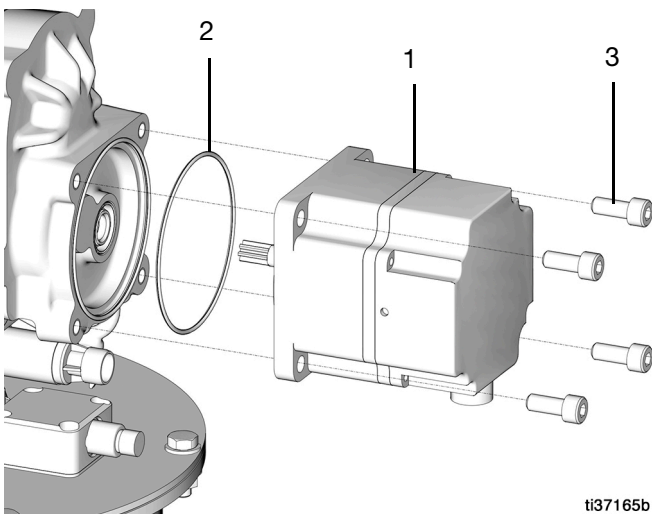

図 25
3. モーター (1) をポンプに対して保持している4つのボルト (3) を緩めて取り外してから、モーター (1) とOリング (2) を取り外してください (図 25)。